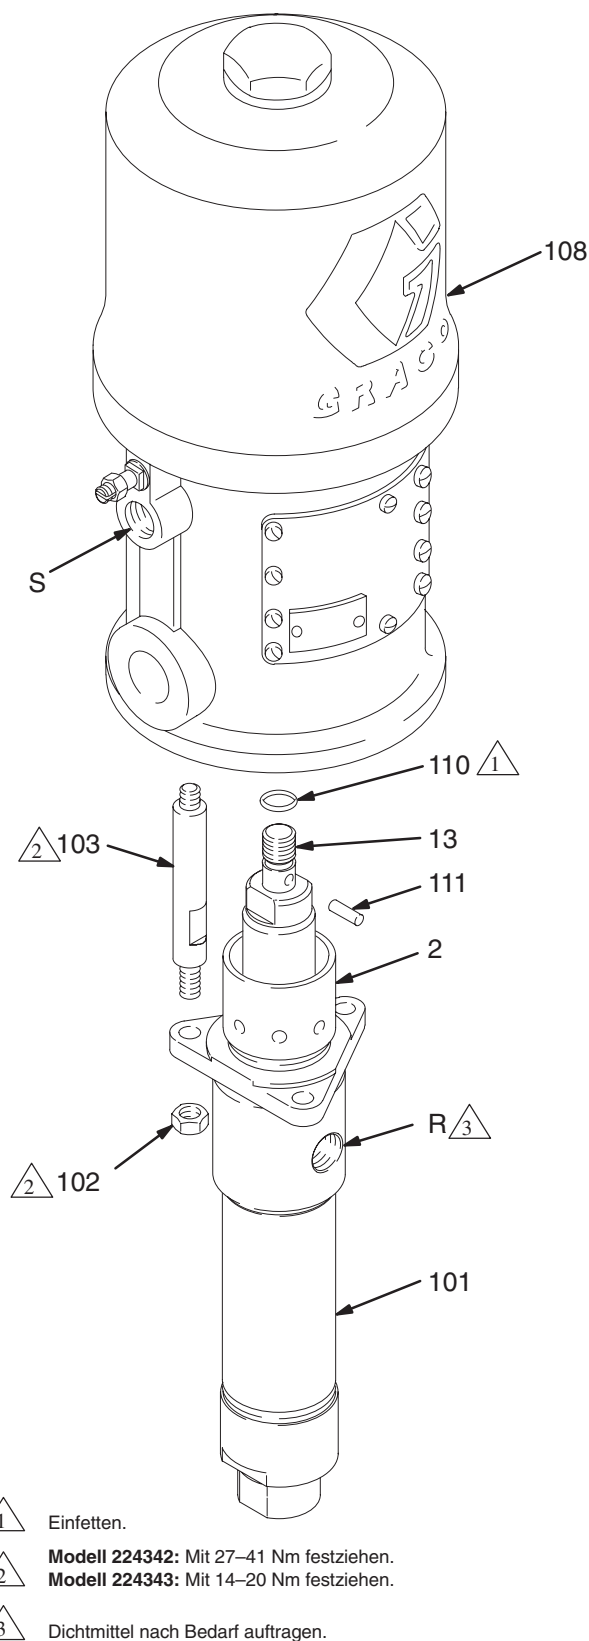

Abb. 4
2. Luft- und Materialschläuche abnehmen. Pumpe von der Halterung abnehmen. Die Position des Materialauslasses (R) der Pumpe relative zum Lufteinlass (S) des Luftmotors merken.
3. Die Verbindungsstangen-Sicherungsmuttern (102) von den Verbindungsstangen (103) abschrauben. Den Splint (111) entfernen. Die Kolbenstange (13) vom Luftmotor (108) abschrauben. Vorsichtig die Unterpumpe (101) vom Luftmotor (108) abziehen. Den O-Ring (110) überprüfen. Siehe Abb. 4.
1. Den O-Ring (110) einfetten und richtig auf die Kolbenstange (13) legen. Den Materialauslass (R) der Pumpe so am Lufteinlass (S) des Luftmotors ausrichten, wie dies in Schritt 2 im Abschnitt **Ausbauen der Unterpumpe** notiert wurde. Die Unterpumpe (101) auf die Verbindungsstangen (103) geben. Siehe Abb. 4.
2. Die Sicherungsmuttern (102) locker auf die Verbindungsstangen (103) schrauben. Die Kolbenstange (13) in die Welle des Luftmotors (108) schrauben, bis die Stiftlöcher in der Stange und der Welle aneinander ausgerichtet sind. Den Splint (111) installieren.
3. Gewindedichtmittel auf den Materialauslass (R) der Pumpe und das Gewinde am Materialschlauch auftragen. Pumpe montieren und alle Schläuche wieder anschließen. Erdungskabel wieder anbringen, falls es während der Reparatur abmontiert wurde. Die Packungsmutter/der Nassbehälter (2) darf nur satt, aber nicht zu fest angeschraubt werden. Nassbehälter mit Graco-TSL-Flüssigkeit oder einem verträglichen Lösemittel füllen.
4. Die Sicherungsmuttern (102) der Verbindungsstange gleichmäßig mit dem in Abb. 4 angegebenen Drehmoment anziehen.
6. Prüfen, ob Material an der Packungsmutter/Nassbehälter (2) austritt. Vor dem Festziehen der Packungsmutter die Schritte im Abschnitt **Druckentlastung** auf Seite 9 ausführen.